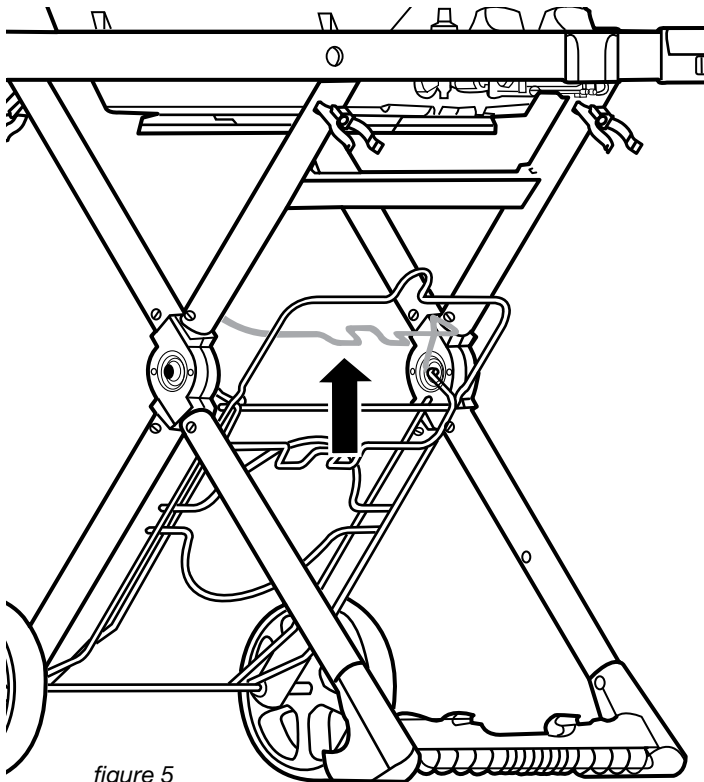

figure 5
Relever ③ le dispositif de retenue de bouteille afin de ③ désenclencher le support de bouteille, comme indiqué à la figure 5.